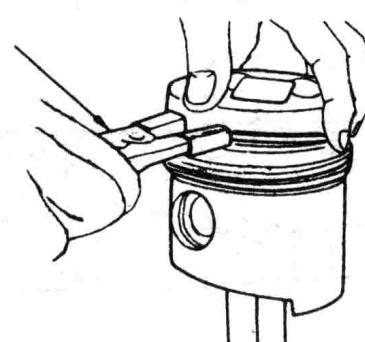

图1-2 用活塞环拆卸器拆下活塞环
- ②活塞环。拆卸活塞环时,使用虎钳夹紧连杆,注意不要损伤连杆。使用活塞拆卸器拆下活塞环,如图1-2所示。